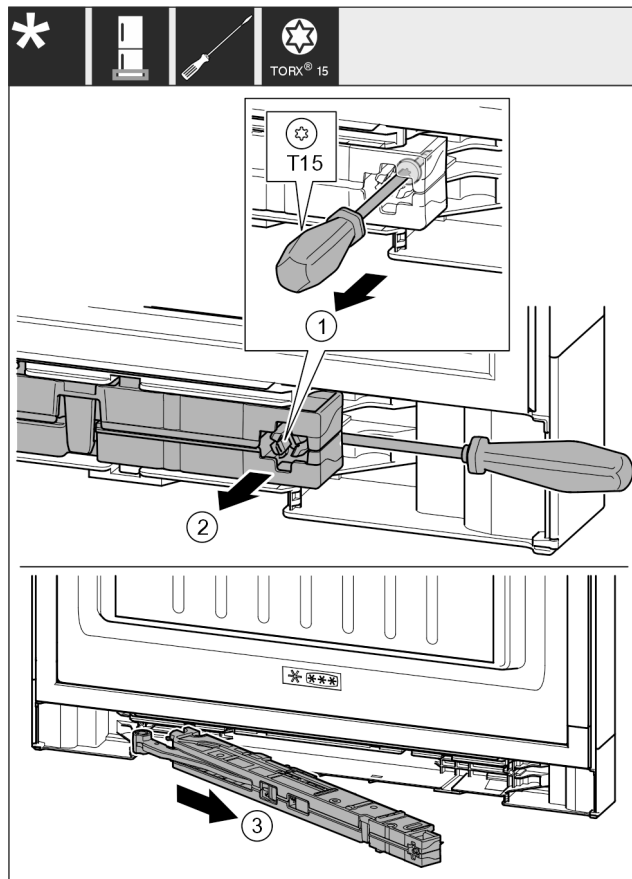

Fig. 17
- ▶ Przy pomocy śrubokręta T15 odkręcić śrubę na amortyzatorze zamykania drzwi ok. 14 mm. Fig. 17 (1)
- ▶ Od strony uchwyty, za amortyzator zamykania drzwi wsunąć śrubokręt. Amortyzator obrócić w przód. Fig. 17 (2)
- ▶ Wyjąć amortyzator. Fig. 17 (3)